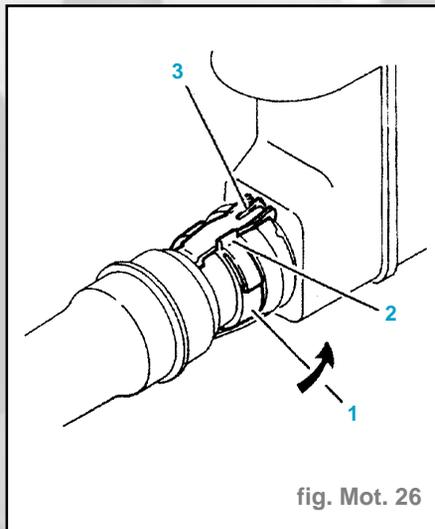

fig. Mot. 26
- Tourner la bague (1) d'un demi-tour dans le sens inverse des aiguilles d'une montre jusqu'à amener la butée (2) contre la languette (3) (fig. Mot. 26).
- Enfoncer le raccord pour libérer les languettes (3).